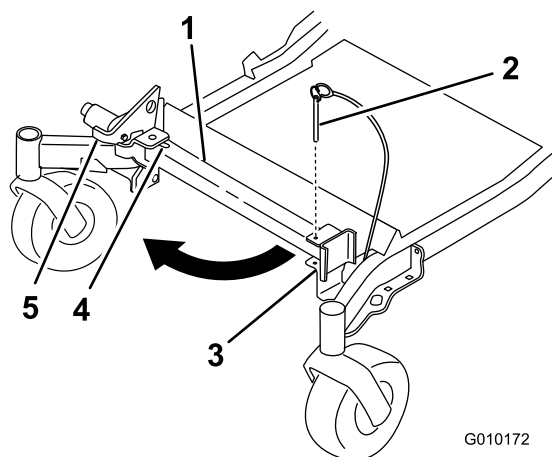
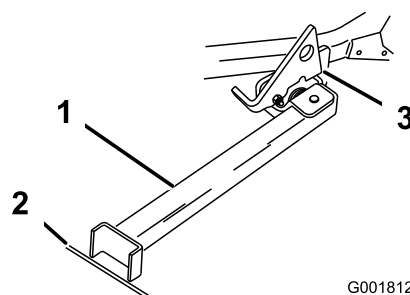

Figure 41
Figure 42
2. Retirez la goupille du support (Figure 41).
3. Soulevez le verrou. Dépliez le pied du support et poussez le support vers la machine dans la base de la fente (Figure 41 et Figure 42).
4. Posez le pied du support sur le sol et appuyez le verrou sur la languette de pivot (Figure 42).
Remarque: Pour obtenir de meilleurs résultats, placez le pied du support dans des fissures du trottoir ou du gazon (Figure 42).
6. Montez la machine sur le support. Arrêtez-vous quand le verrou retombe sur la languette en position verrouillée (Figure 42). Une fois la machine en place sur le support, serrez le frein de stationnement et coupez le moteur.
5. Ramenez le support à sa position de repos (Figure 41).